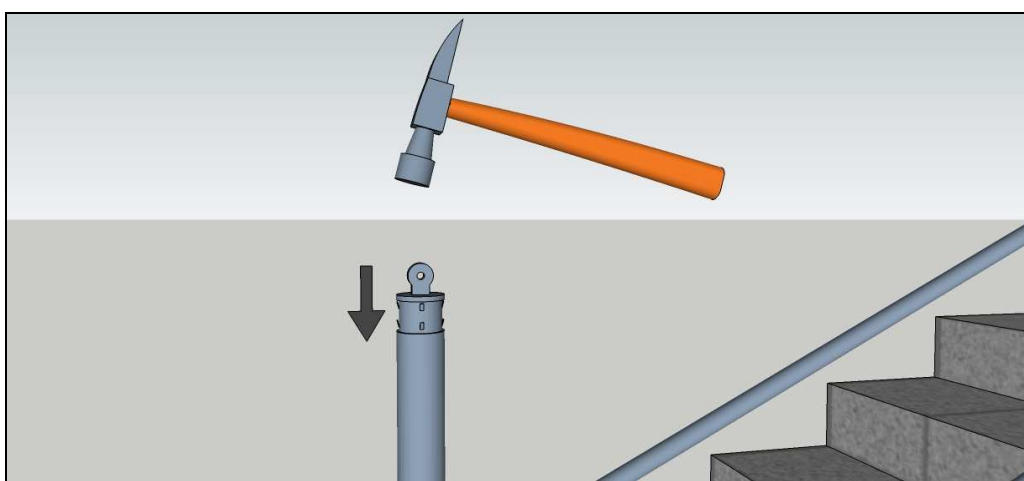

Рис.12
10. Откладываем поручень в сторону, снимаем верхнюю часть крепления поручня к стойке. Нижнюю часть забиваем молотком по меткам от маркера. Стараемся забивать без перекосов (рис.12).